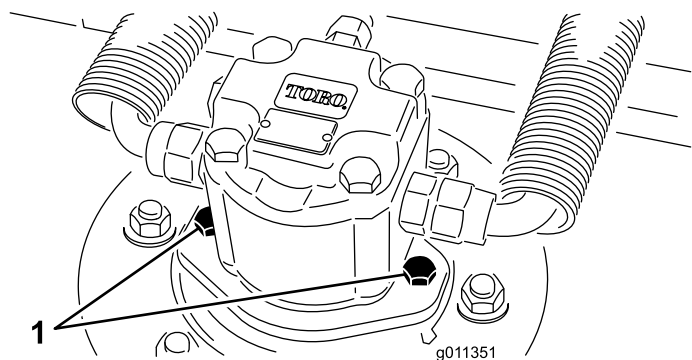

図 71
2. デッキから油圧モータを外す 図 71。異物がつかないように、スピンドル上部にはカバーを掛けておく。
3. デッキに油圧モータを取り付ける 図 71。Oリングを忘れずに、また、損傷させないように注意して取り付ける。